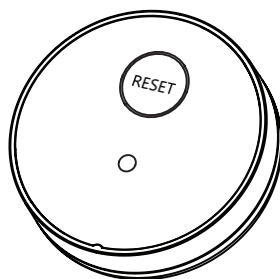

FIGURA 5
Después de instalar baterías nuevas o cambiar el filtro, mantenga presionado el botón azul de restablecimiento durante aproximadamente cinco (5) segundos. Suelte el botón de restablecimiento después de que la luz parpadee cinco (5) veces. La luz volverá a parpadear en 90 días como recordatorio para cambiar el filtro. (Consulte la Figura 5)